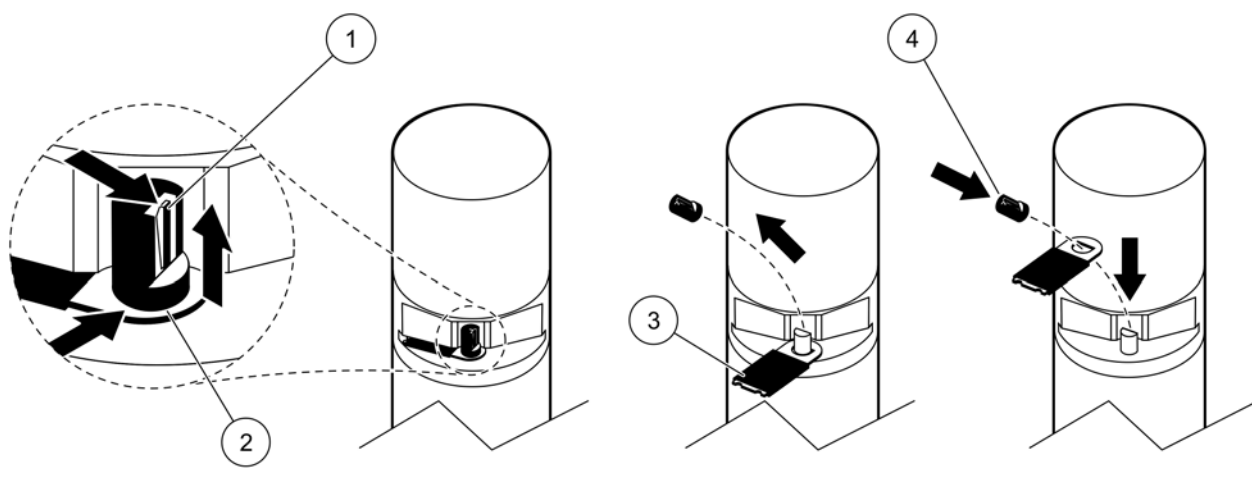

Abbildung 8 Wischerprofil wechseln
9. Heben Sie die Haltelasche an (Abbildung 8, Pos. 1), schieben Sie das Kappenunterteil nach oben und entfernen Sie es (Abbildung 8, Pos. 2 und 3).
11. Der Wischer fährt automatisch aus. Tauschen Sie das Wischerprofil aus (Abbildung 8, Pos. 4), setzen Sie die Kappe wieder auf und rasten Sie sie ein (Abbildung 8, Pos. 5).